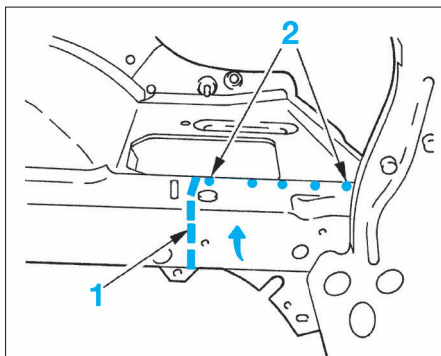

FIG. 11
- Souder par cordons à l'arc sous gaz protecteur (1) (Fig.11).